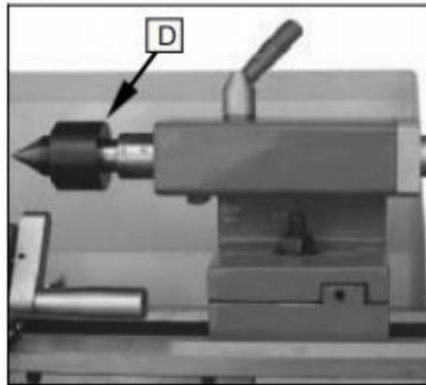

Fig. 29
5. draai de moer (D) los Afb. 29) van de leidspindel of de noten (E, Afb. 19) uit de kwadrantbolts om de wijziging tandwielen van voren.